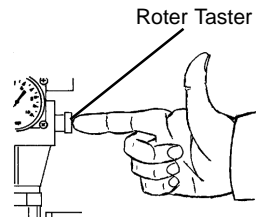

Bild 4
- Drücken Sie nun den roten Taster des Durchflusswächters KIT-02 und halten diesen solange gedrückt, bis die Wassersäule angesaugt ist und die Pumpe selbständig weiterläuft, siehe Bild 4.